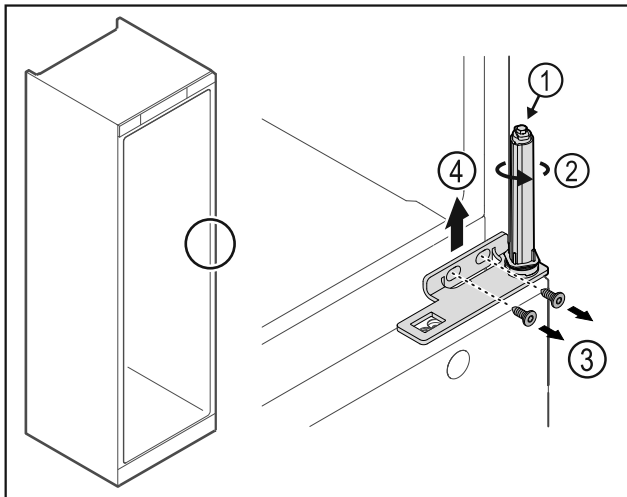

Fig. 22
- Türschließsystem nicht zerlegen Fig. 22 (1).
- Schließsystem Fig. 22 (2) drehen, bis es klickt.
- Schrauben Fig. 22 (3) lösen, Scharnierwinkel nach oben abnehmen Fig. 22 (4).